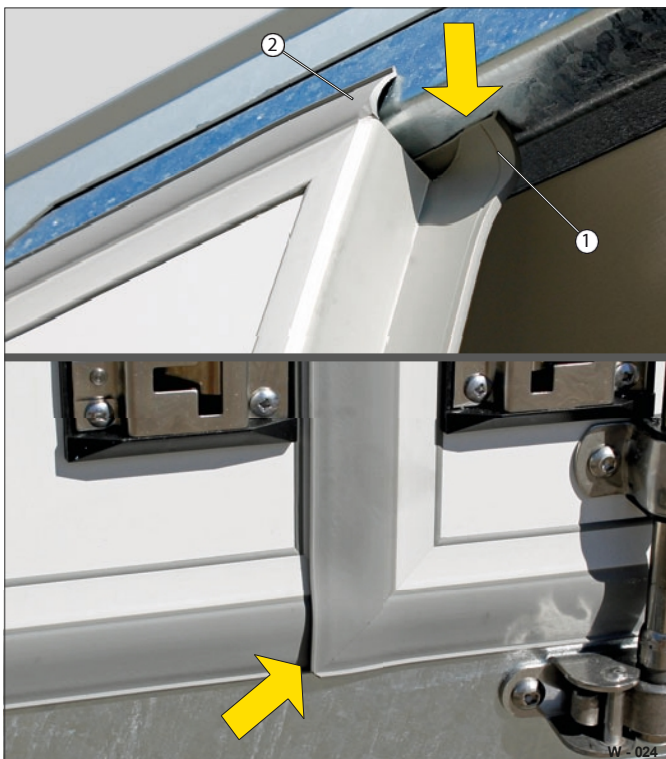

Fig. 10 Dørtetning 2-fold (Cool Trailer Basic)
- Tørk av den indre tetningsleppen (fig. 10/1) og den ytre tetningsleppen (fig. 10/2) hele veien rundt med en fuktig klut.